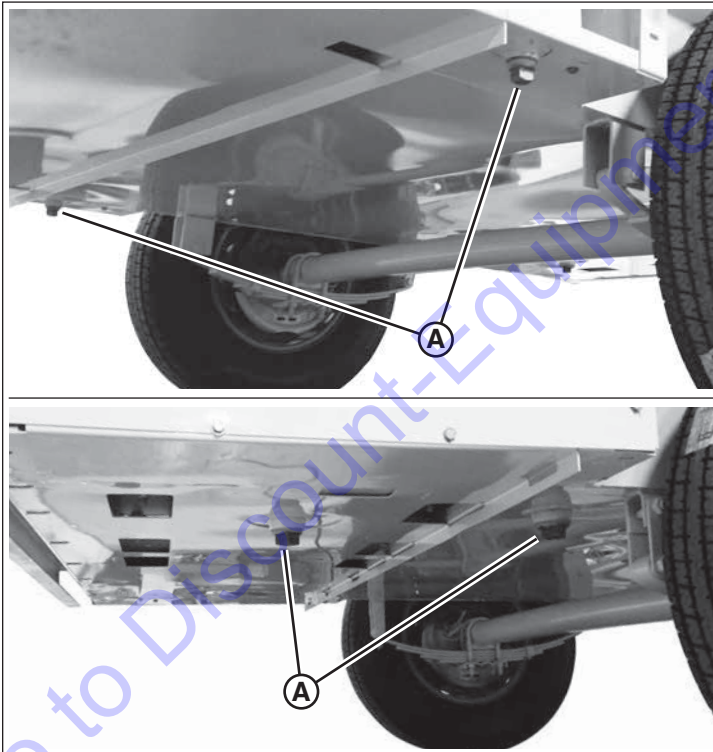

Figura 50
1. Coloque un recipiente adecuado bajo cualquiera de los cuatro drenajes de contención de líquido (A, Figura 50), ubicados bajo la unidad, hacia la parte posterior. Consulte también "Características y controles".